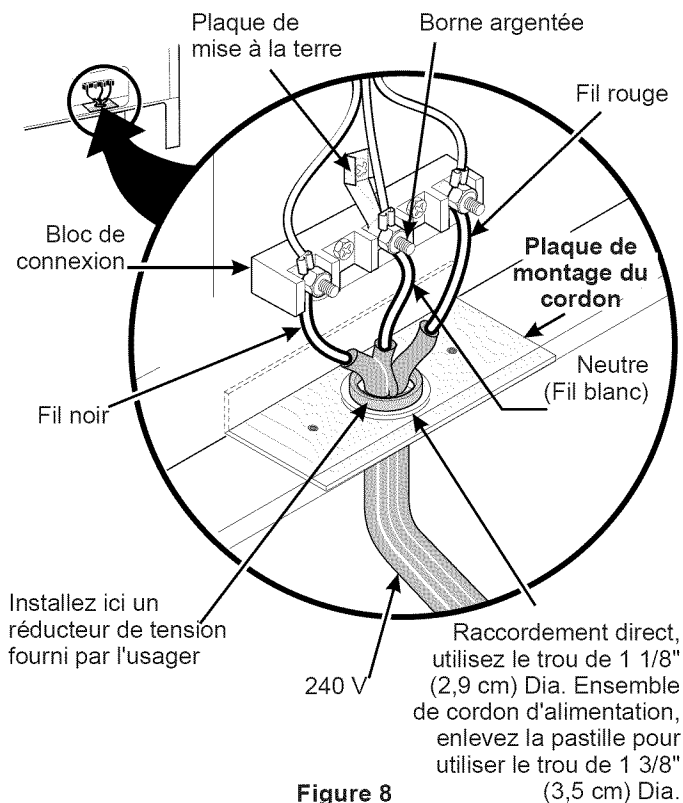

Figure 8
Si les codes locaux permettent la connexion du conducteur de mise à la terre du châssis au fil neutre du cordon d'alimentation en cuivre (voir figure 8).
2. Utilisez les écrous fournis dans l'enveloppe littéraire pour raccorder le neutre du cordon d'alimentation cuivré à la borne argentée située au centre du bloc de connexion, et raccordez les autres fils aux bornes extérieures. Assortissez les fils et les bornes conformément aux couleurs (branchez le fil rouge à la borne de droite, et le fil noir à la borne de gauche) (voir figure 8).